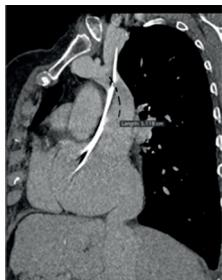

Figure 5 : Tracer la longueur au centre de la veine
3. Utiliser le logiciel pour mesurer la distance entre les différents plans de mesure. Si la VCS est coudée ou tortueuse, utiliser l'outil Polygone ouvert pour tracer la longueur à mesurer au centre de la veine. Les longueurs entre, d'une part, la confluence et le point de la VCS au milieu de l'artère pulmonaire et, d'autre part, entre la confluence et la jonction VCS – OD sont fondamentales pour la planification de l'implantation (Figure 5).